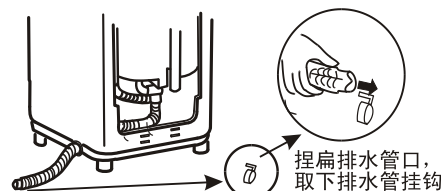

图2
- 2、将排水管从底座取下，将排水口稍微捏扁，拆下排水管挂钩，将排水管从底座一侧拉入箱体内。（如图2所示）